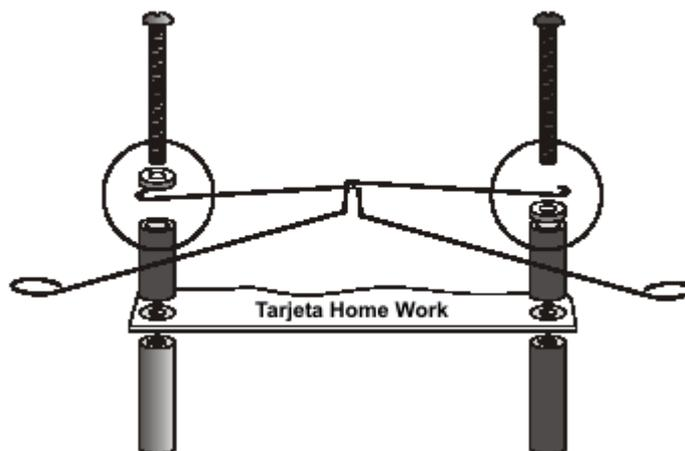

Figura 6-3.- Detalle del montaje de los bigotes.
- Fíjate en la figura 6-3 para comprender las siguientes operaciones.